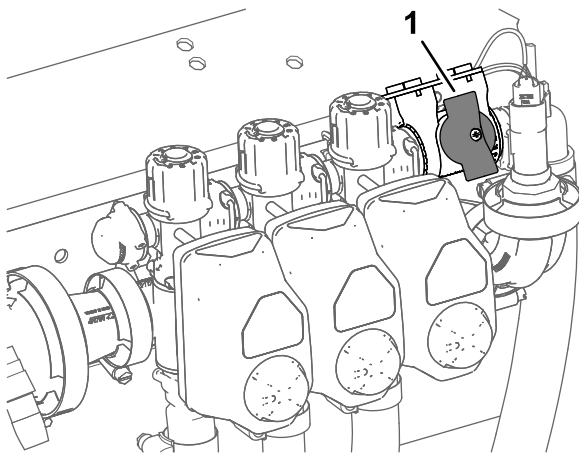

図 33
4. 散布率モードで使用している車両の場合は、個別ブームバイパス停止バルブのノブが閉まっていることを確認する 図 33。
5. 散布率モードで使用している車両の場合は、個別ブームバイパス停止バルブが閉じていることを確認する 図 33。